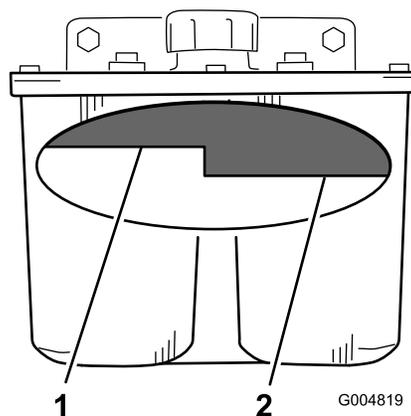

Figura 98
3. Pulite l'area attorno al collo di riempimento del serbatoio idraulico (Figura 98).
4. Rimuovete il tappo dal collo di riempimento e osservate all'interno per controllare se è presente del fluido nel serbatoio (Figura 98).
Nota: Quando è caldo, il fluido deve raggiungere la parte superiore del livello a caldo sul diaframma (Figura 98).